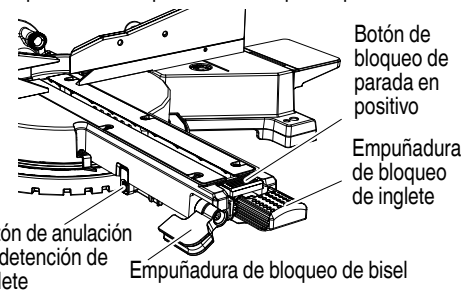

Fig. 19
7. Botón de anulación de detención de inglete (Fig. 19)